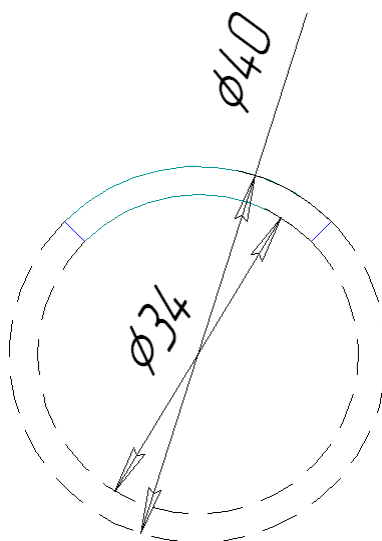

Рис. 62 – Приклад, які частини кола треба видалити
4.7 Виберіть кнопку «**Усечь кривую**»  в розділі «**Редактирование**»  на компактній панелі інструментів і виділіть кола у містах пунктиру, як на рис. 62.